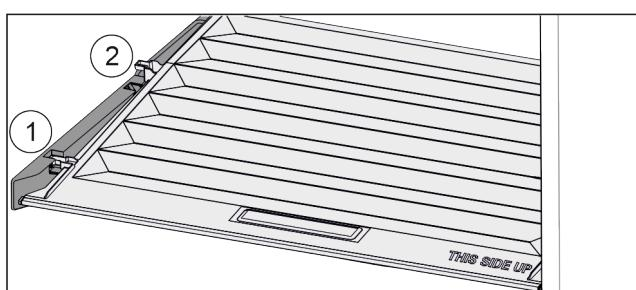

Fig. 149
- Издърпайте напред Fig. 149 (1) капака до отвора в задържащите части.
- Повдигнете го отзад отдолу и отстранете Fig. 149 (2) нагоре.